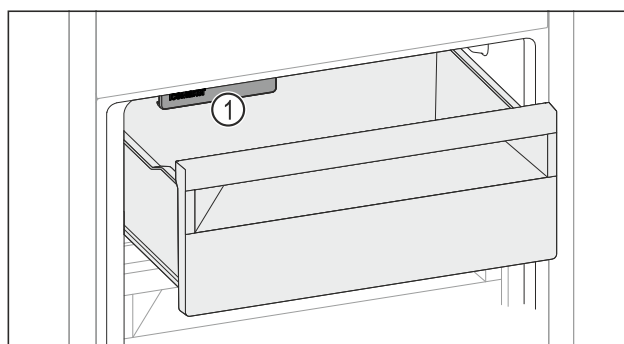

Fig. 49
- Tenere in considerazione l'IceMaker Fig. 49 (1).